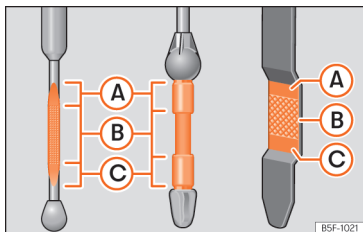

Fig. 232 Joja de ulei.
- Apoi scoateți-o din nou și verificați nivelul uleiului » fig. 232. Dacă este necesar, adăugați ulei de motor.
- Când nivelul uleiului ajunge cel puțin la zona >>> **fig. 232 (B)**, înșurbați cu atenție bușonul orificiului de umplere cu ulei >>> .